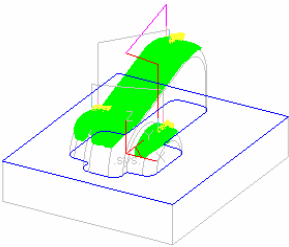

图 8-188 生成刀具轨迹
8) 单击鼠标确认后系统开始计算，生成图 8-188 所示轨迹。